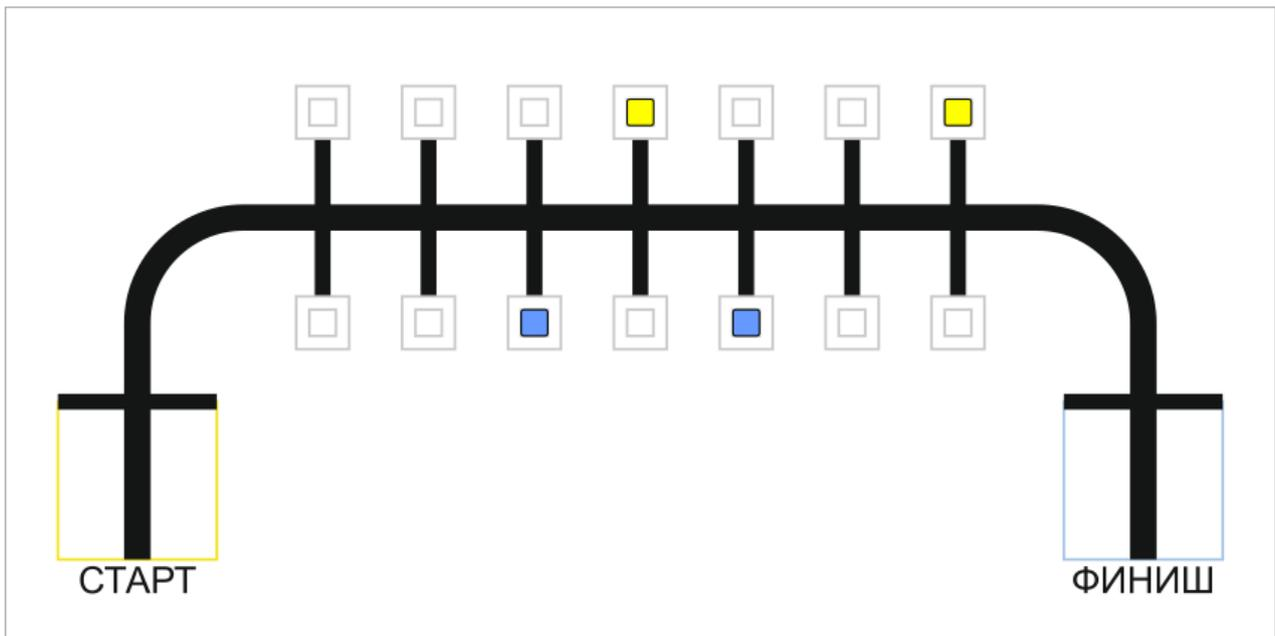

Рис. 1. Начальное расположение кубов
- Начинать движение в зоне старта (рис. 1).